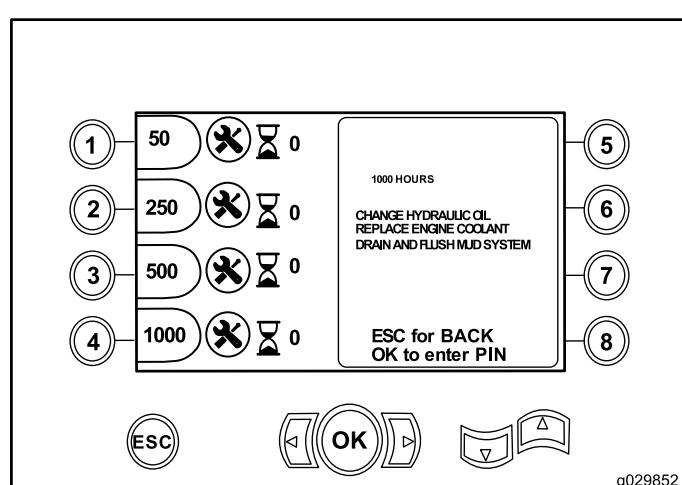

Figure 14
- Bouton 4 – calendrier d'entretien à 1 000 heures (Figure 14)